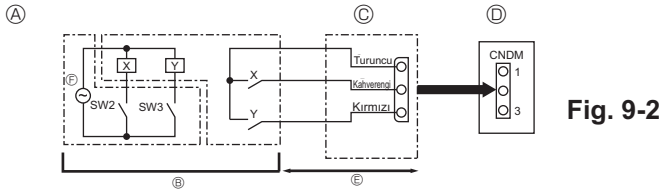

Fig. 9-2
9.2. İstek fonksiyonu (yerinde değişiklik) (Fig. 9-2)